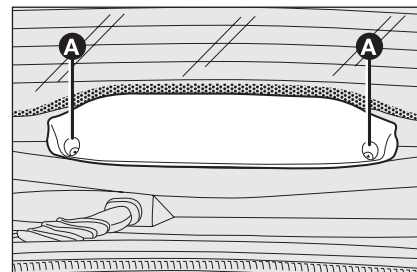

fig. 37
- svitare le due viti **A-fig. 37** ed asportare il ricoprimento completo;